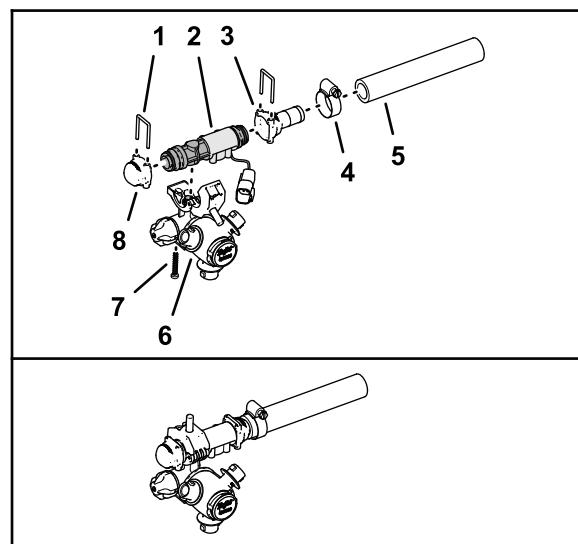

Figure 104
2. Montez le chapeau à fixation rapide et le raccord rapide cannelé droit sur le débitmètre à l'aide de deux étriers, comme montré à la Figure 104.
3. Montez le débitmètre sur une tourelle de buse à l'aide de la vis déposée à l'opération Déposer le raccord cannelé et les flexibles des tourelles de buses \(page 31\), comme montré à la Figure 104.
1. Assemblez un raccord rapide cannelé droit et un flexible (17 cm) à l'aide d'un collier de serrage, comme montré à la Figure 104.
7. Montez le débitmètre sur une tourelle de buse à l'aide de la vis déposée à l'opération Déposer le raccord cannelé et les flexibles des tourelles de buses \(page 31\), comme montré à la Figure 104.